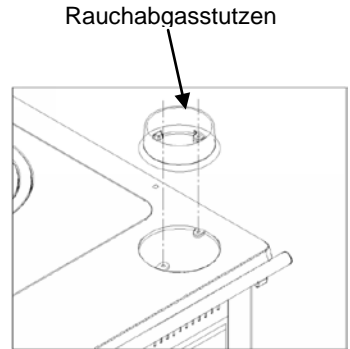

Bild 4
- Den Stutzen auf die Platte legen und mit den mitgelieferten Schrauben und Muttern befestigen (siehe Bild 4). **WICHTIG:** Die Schrauben von unten einsetzen und die Mutter von oben fest anschrauben.